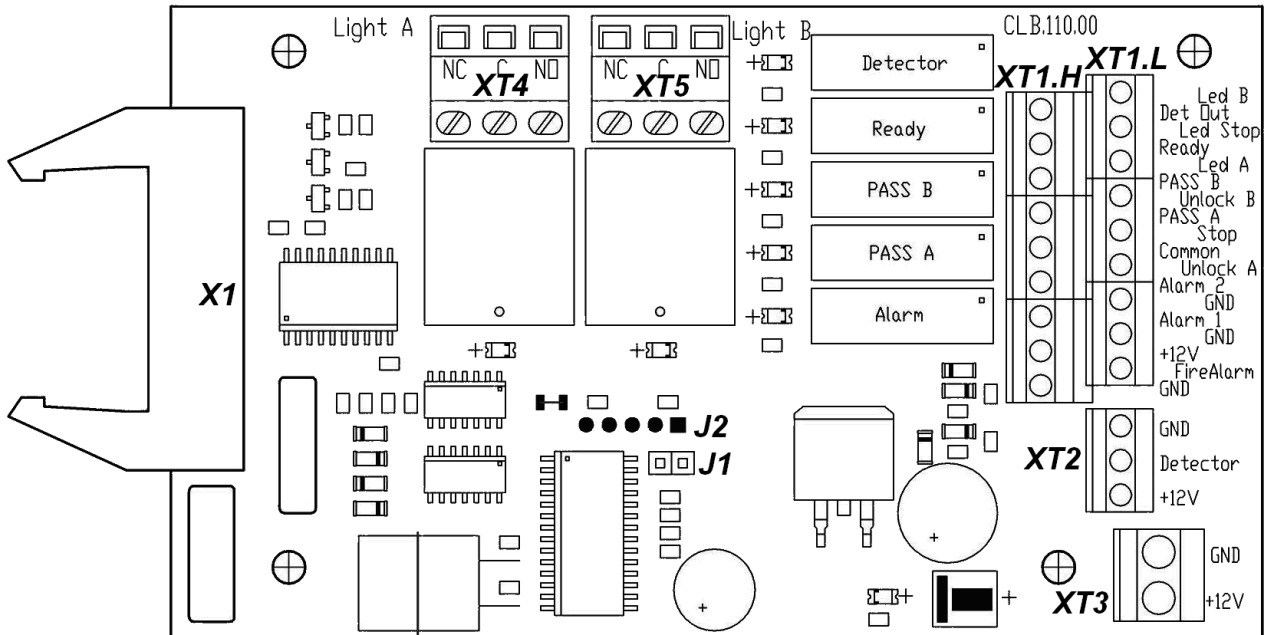

Рисунок 4. Внешний вид платы CLB
Внутри стойки под левой внешней стенкой (2) установлена плата управления турникетом CLB. К ней подключаются: ПДУ, выходы контроллера СКУД, устройство РУ, ДКЗП, устройство аварийной разблокировки турникета *Fire Alarm* (далее – устройство *Fire Alarm*). Подключение внешних устройств производится в соответствии со схемой электрических соединений турникета (см. рис. 4 и 13).
На плате CLB (см. рис. 4) расположены:
Выбор режима управления осуществляется снятием / установкой перемычки на разъем **J1** платы управления. Расположение разъема **J1** показано на рис. 4 При поставке перемычка установлена, что соответствует импульсному режиму управления турникетом. Для перехода в потенциальный режим управления снимите перемычку. Изменение режима управления произойдет после включения турникета.
ПДУ подключается гибким многожильным кабелем к контактам *Unlock A, Stop, Unlock B, Led A, Led Stop, Led B* и *GND* клеммной колодки *XT1.L* платы управления (см. рис. 4 и 13).
Подключение устройства *Fire Alarm* производится к клеммной колодке *XT1.L* платы управления согласно схеме электрических соединений (см. рис. 4 и 13). Если вход *Fire Alarm* не используется, то необходимо установить перемычку между контактами *Fire Alarm* и *GND*. При поставке данная перемычка установлена.
Факт подачи напряжения на обмотку реле можно определить по загоранию соответствующего красного светодиода, установленного на плате управления вблизи соответствующего реле (см. рис. 4).